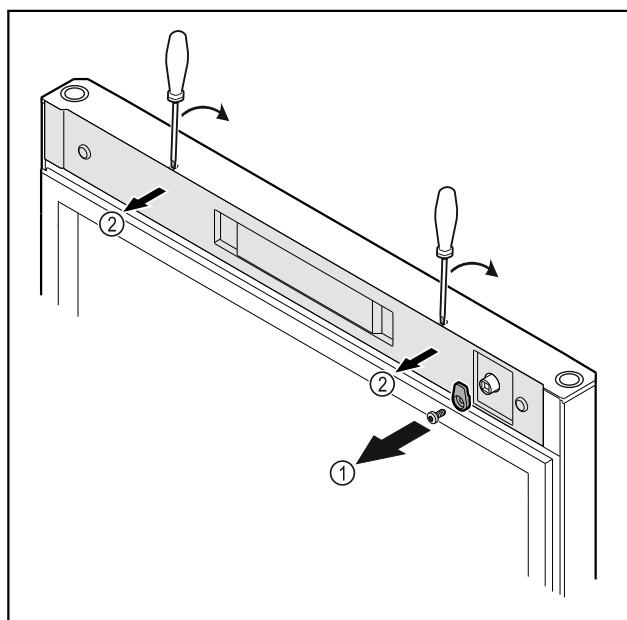

Fig. 52
- Ξεβιδώστε το άγκιστρο κλεισίματος Fig. 52 (1).
- Ξεκουμπώστε το κάλυμμα Fig. 52 (2) με ένα μικρό κατσαβίδι και αφαιρέστε το.